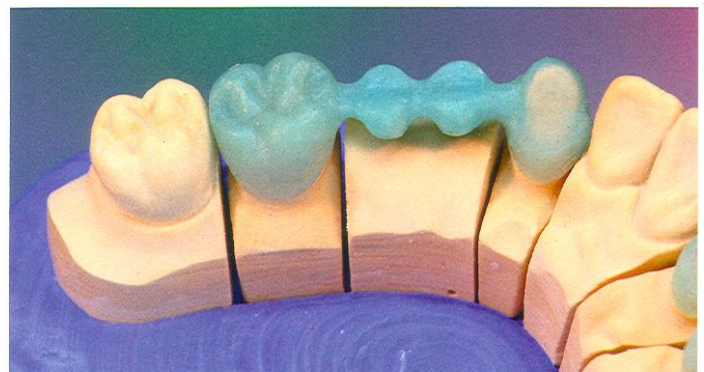
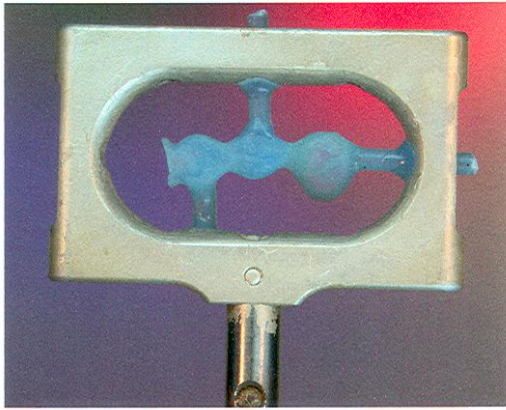

Abb. 18 Die fertig polymerisierte und ausgearbeitete Brücke
Abb. 19 Lichtgehärtete Metacon-Modellation im Cercon Scanrahmen
17). Sind die Pontics platziert, mit den Kronen verwachst und/oder über den Metabond-Kleber verbunden, wird polymerisiert und weitgehend fertig ausgearbeitet (inklusive der okklusalen und approximalen Kontaktpunkte). So könnte die Brücke zur Gerüstanprobe gehen (Abb. 18) oder aber auch ihren Weg in den Scanrahmen einer Kopierfräse oder eines Laserabtasters finden (Abb. 19).